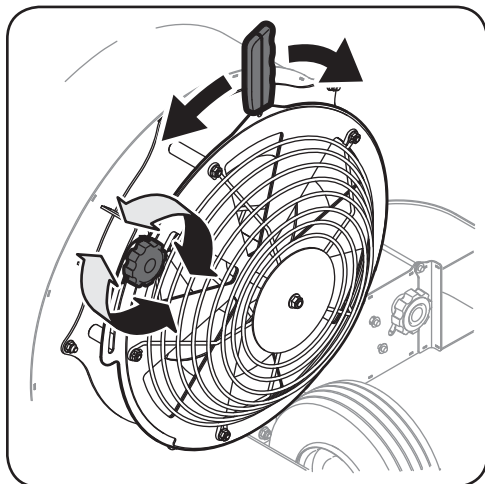

Figure 4-13
2. Desserrez le bouton de verrouillage en le tournant vers la gauche. Voir Figure 4-13.
3. Pour diminuer l'entrée d'air, glissez le levier vers la droite. Pour augmenter l'entrée d'air, glissez le levier vers la gauche. Voir Figure 4-13.
4. Resserrez le bouton de verrouillage en le tournant vers la droite jusqu'à ce qu'il soit bien serré. Voir Figure 4-13.